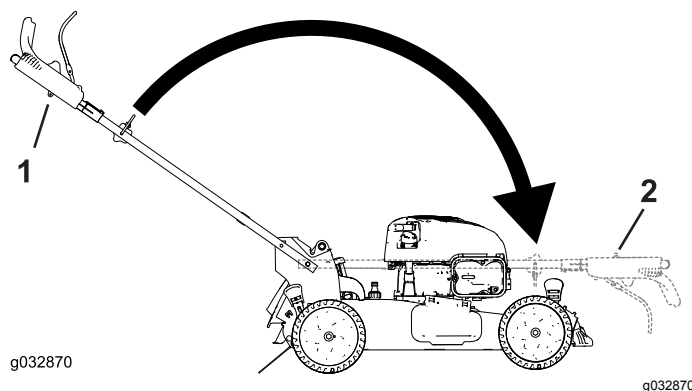

Рисунок 23
3. Сложите рукоятку, повернув ее вперед (Рисунок 23).